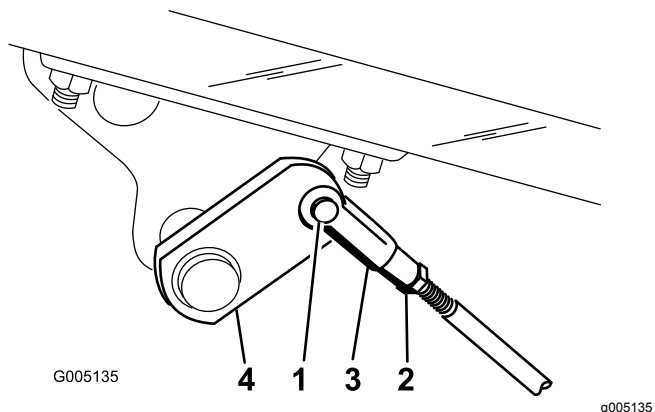

Bild 46
- A. Entfernen Sie den Splint und Lastösenbolzen, um die Bremsstangen abzuschließen (**Bild 46**).
- B. Lockern Sie die Klemmmutter und stellen den Lastösenbolzen entsprechend ein (**Bild 46**).
- C. Bringen Sie den Lastösenbolzen am Bremsbügel an (**Bild 46**).